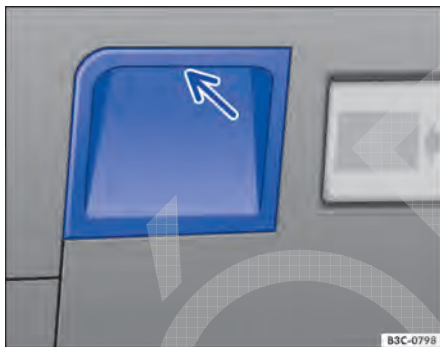

Fig. 38 Parte do revestimento interno da tampa traseira: rebaixo para puxar.
- Tocar um dos puxadores embutidos no revestimento interno da tampa traseira ⇒ Fig. 38 (seta).
- **OU:** puxar a tampa traseira com um dos rebalços no revestimento interno ⇒ Fig. 38 (seta) para baixo até que a tampa traseira se feche automaticamente.